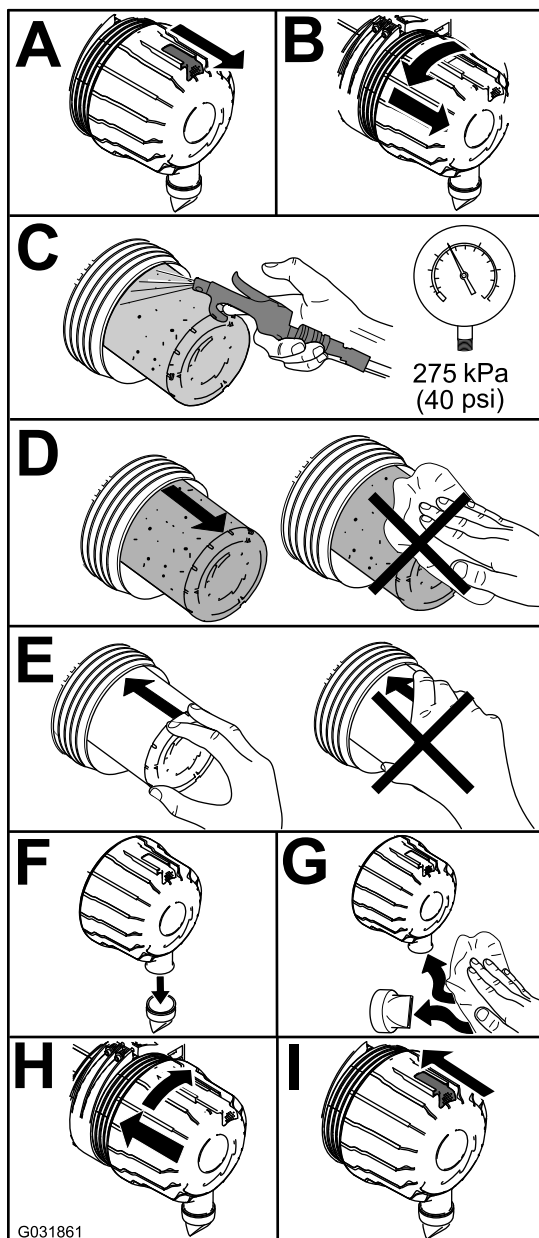

Figura 40
1. Cambie el limpiador de aire (Figura 40).